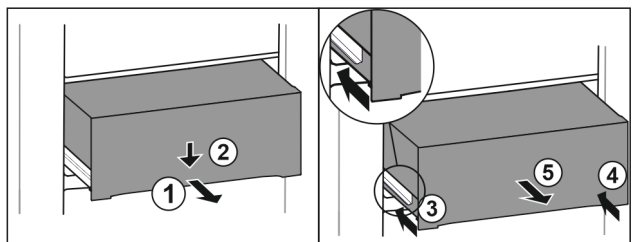

Fig. 131
- ▶ Изтеглете чекмеджето наполовина. Fig. 131 (1)
- ▶ Натиснете надолу чекмеджето от предната страна. Fig. 131 (2)
- ▶ Вкарайте лявата релса приблизително 2 cm навътре. Fig. 131 (3)
- ▶ Вкарайте дясната релса приблизително 2 cm навътре. Fig. 131 (4)
- ▶ Извадете чекмеджето напред. Fig. 131 (5)